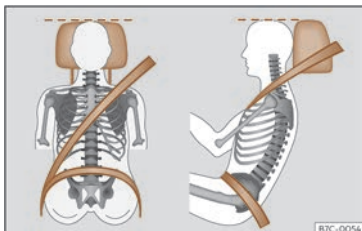

Fig. 7 Bandas do cinto e reposacabezas axustados correctamente.
- Axuste o reposacabezas para que o bordo superior estea, na medida do posible, á altura da parte superior da cabeza, en ningún caso debaixo dos ollos. Manteña a caluga o máis preto posible do reposacabezas >>> **fig. 7.**